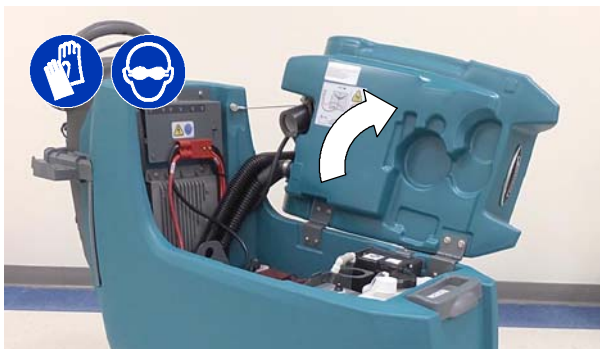

РИС. 1
- Поднимите бак утилизации для обеспечения доступа к батарейному отсеку (Рисунок 1).